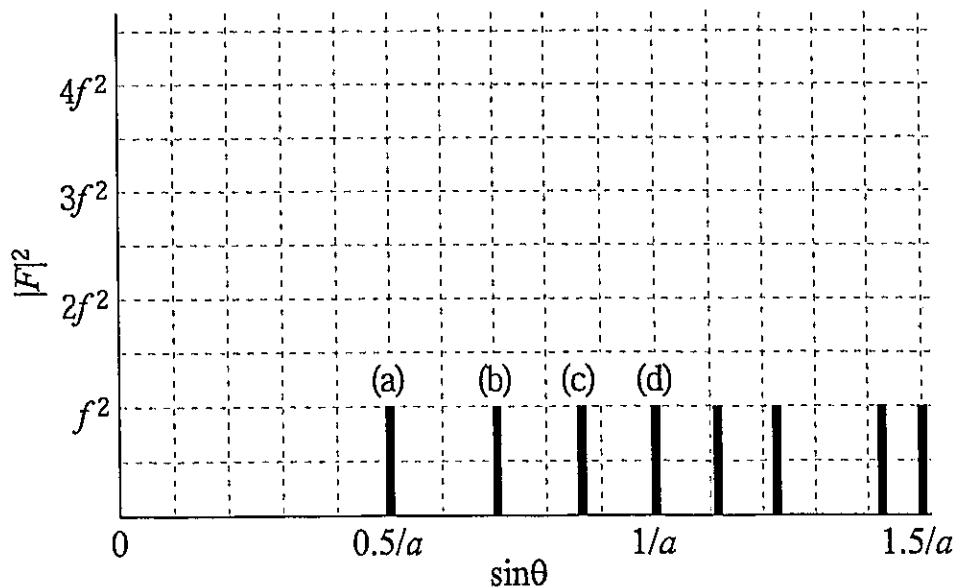

図 1 単純立方晶の回折強度分布図。
$F^*$  は  $F$  の複素共役である。そこで、波長  $\lambda = 1 \text{ \AA}$  の X 線を用いて、格子定数  $a$  の単純立方晶の粉末 X 線回折を測定した場合を考える。回折強度は  $|F|^2$  に比例するので縦軸を  $|F|^2$ 、横軸を回折ピーク位置とする棒グラフを回折強度分布図(図 1)と呼ぶことにする。この棒グラフは、実際の粉末 X 線回折結果の回折パターンを理解するのに便利である。以下の問いに答えよ。
問1 図1の回折強度分布図に見られる4つのピーク位置(a)-(d)に相当する面指数を解答欄(a)-(d)に記入せよ。
- (c) 図1にならって、解答用紙の回折強度分布図を完成させよ。
- (d) 図1にならって、解答用紙の回折強度分布図を完成させよ。ただし、 $h^2 + k^2 + l^2$  が 4 以下の面についてのみ示せ。